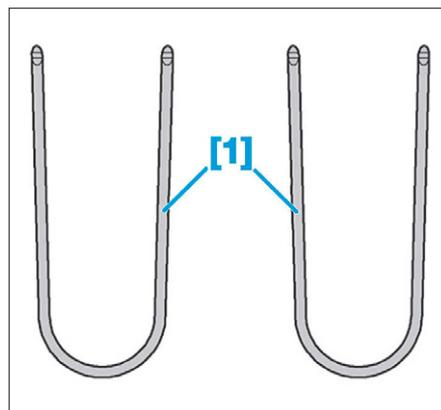

FIG. 25
- [1]. Clé pour dépose des autoradio RD (réf. 9021-T) (Fig.25).